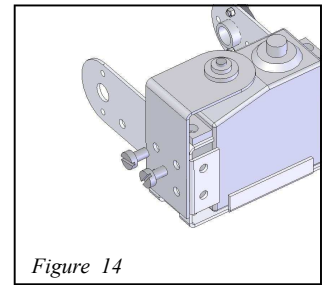

Figure 14
**Étape 9 :** Placer contre la **cage (2)**, sur un des côtés de celle-ci (celui opposé à l'axe du servomoteur) l'équerre **support 2ème axe (4)**. Visser avec au moins deux **vis 3mm (5)**. Voir figure 14.